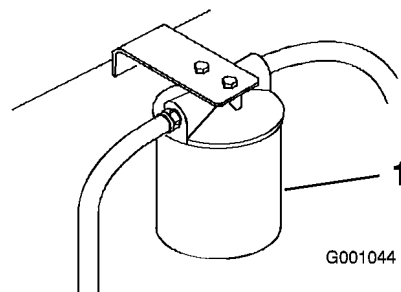

Figure 55
- Placez un bac de vidange sous le filtre, retirez le filtre usagé et essuyez la surface du joint de l'adaptateur (Figure 55).